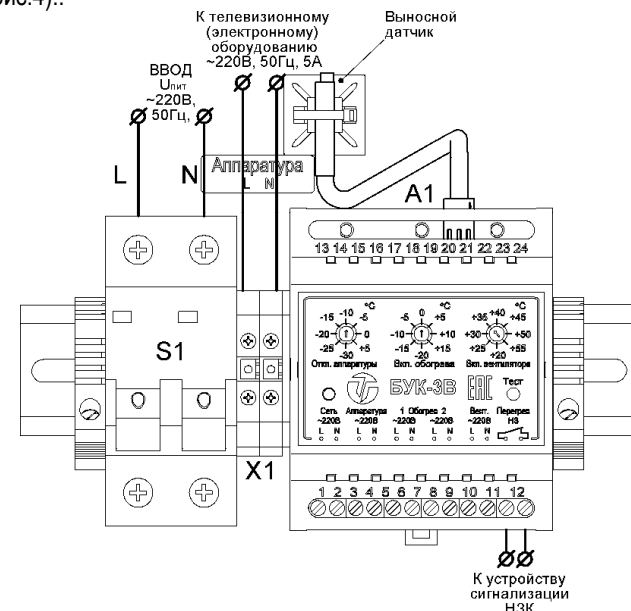

Рис.2. Подключение термощафа
Подключение термощафа производится в соответствии со схемой электрической принципиальной (рис.2 и рис.4). Для подключения необходимо:
2. Подключить телевизионное (электронное) оборудование к клеммам X1 (сечение подключаемых проводов до 6 мм²), при этом фазный провод (L) соединить с контактом 1.1, нулевой провод (N) с контактом 2.1.
4. Подключить БУК-3В (контакты 11 и 12 «Перегрев НЗ») к внешнему устройству сигнализации (рис.2 и рис.4).
5. Подключить кабель питания к входу автомата питания S1 (сечение подключаемых проводов до 25 мм²), при этом фазный провод (L) соединить с контактом 1, нулевой провод (N) с контактом 3 (рис.2 и рис.4)..